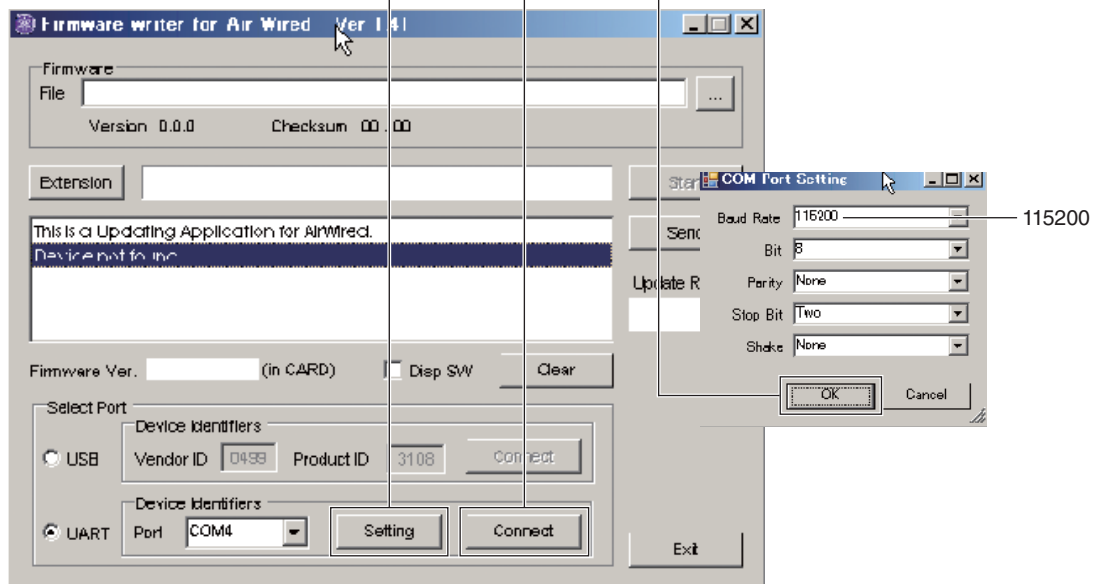

Fig. 5
5. Click [Setting], and set the baud rate. (Fig. 5)
5. [Setting] をクリックし、通信速度の設定を行います。(Fig. 5)
Click [OK]. (Fig. 5)
[OK] をクリックします。(Fig. 5)
Click [connected]. (Fig. 5)
[connected] をクリックします。(Fig. 5)